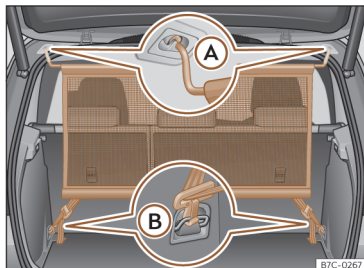

Fig. 167 Rede de separação montada.
• Engate a rede de separação do alojamento esquerdo do teto >>> **Fig. 167 A**. Certifique-se de puxar a haste transversal para baixo além da posição superior.
• Engate a rede de separação no alojamento direito do teto, comprimindo a vareta transversal >>> **Fig. 167 A**.
• Engate os dois ganchos da rede de separação nas argolas de fixação da bagageira >>> **Fig. 167 B** e tensione bem os cintos de fixação.